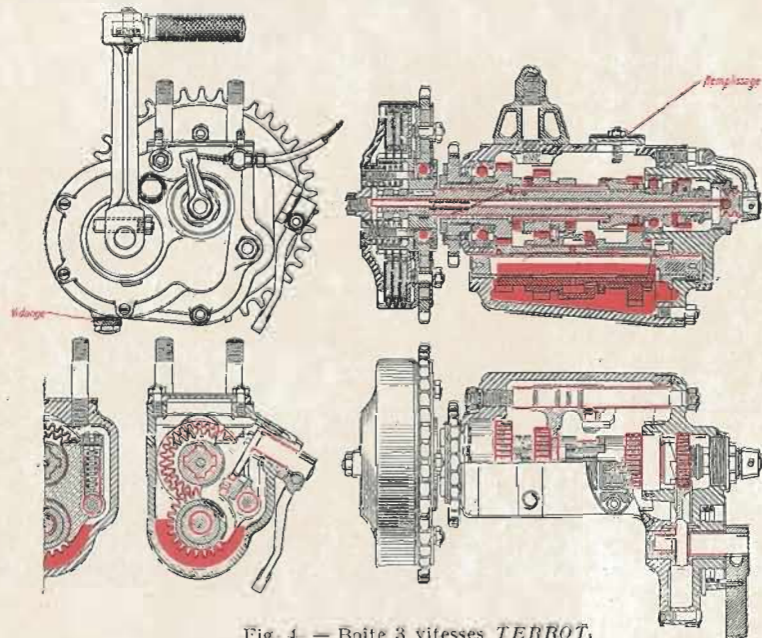

Fig. 4. — Boîte 3 vitesses *TERROT*.
D'un modèle qui marque un sensible progrès dans la technique motocycliste, cette boîte comporte un train de trois pignons toujours en prise, correspondant aux trois vitesses. Les liaisons sont obtenues par le déplacement du couple intermédiaire de pignons, soit sur la droite, soit sur la gauche, au moyen d'une fourchette double, verrouillée par un doigt à ressort (fig. 4).
*Nettoyer soigneusement le couvercle de remplissage et ses abords* avant de le démonter, ceci afin d'éviter l'introduction de poussières. Introduire ensuite la Kervoline Pignon Translucide au moyen d'une seringue à gros bec, jusqu'à ce que son niveau atteigne l'axe de l'arbre intermédiaire, c'est-à-dire à environ 8 centimètres de la face d'appui du couvercle de remplissage (fig. 4).
Le réglage se fait, soit en vissant la vis de réglage de tension du câble prévue sur la boîte, soit en dévissant la vis butée du plateau d'embrayage. Avoir soin, après réglage, de bien bloquer les contre-écrous (fig. 4).